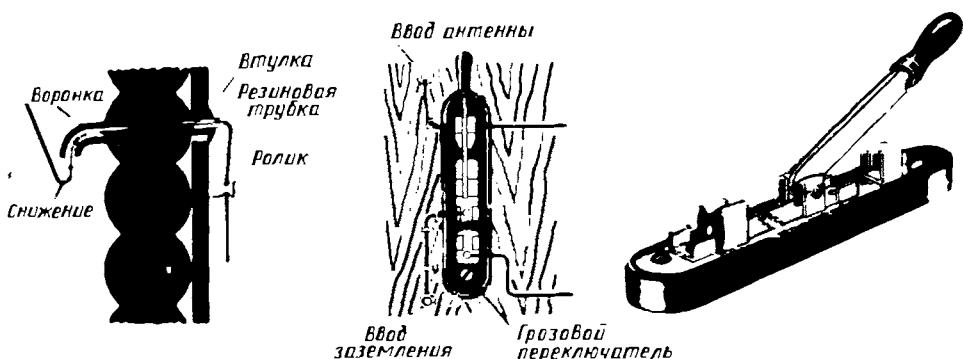

Рис. 26. Оборудование вводов антенны и заземления и установка грозового переключателя
**Вводы антенны и заземления.** В сельской местности для оборудования ввода наружной антенны кроме изоляционных материалов потребуется еще грозовой переключатель—небольшой рубильник с зубчатыми пластинками, образующими искровой промежуток. Провода снижения и заземления вводи внутрь комнаты через отверстия, просверленные в стене (рис. 26), оконной колоде или неоткрывающейся раме окна. Сверли их с небольшим наклоном в сторону улицы, чтобы через них в комнату не за текала дождевая вода. Возможно ближе